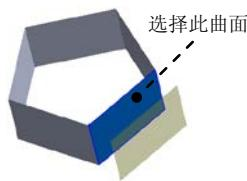

图 6.4.23 定义等距曲面
Step3. 定义等距曲面。选取图 6.4.23 所示的曲面为等距曲面。
Step4. 定义等距面组。在“等距曲面”对话框**等距参数(①)**区域的文本框中输入数值 10.00，等距曲面预览如图 6.4.23 所示。